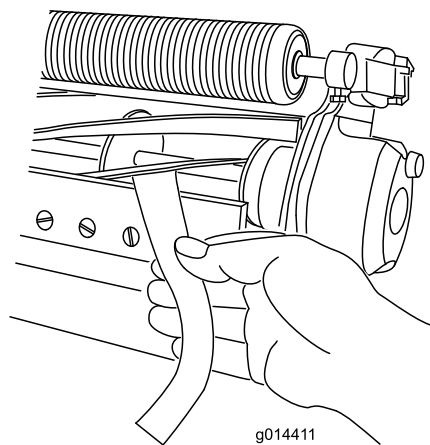

Figura 5
- Pruebe el rendimiento de corte insertando una tira larga de papel de prueba del rendimiento de corte entre el molinete y la contracuchilla, perpendicular al molinete y a la contracuchilla (Figura 5). Gire el molinete lentamente hacia adelante para cortar el papel.